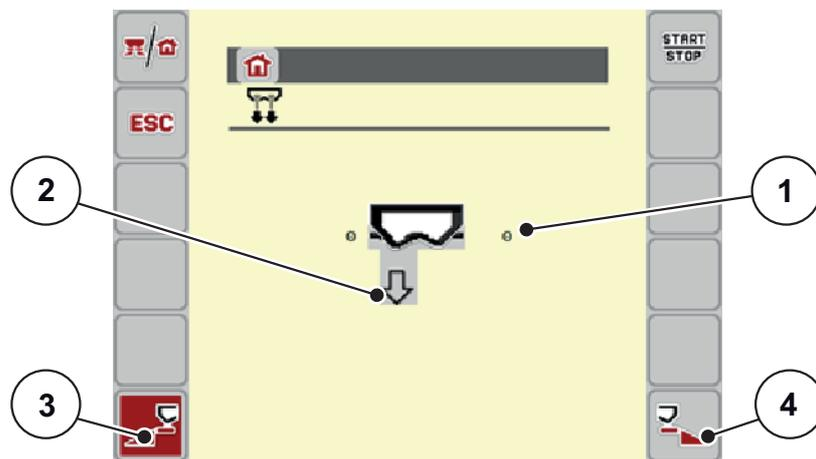

図 4.14: メニュー 高速排出
- ▷ 選択した散布サイドが画面にマークで表示されます(図 4.14 の [2])。